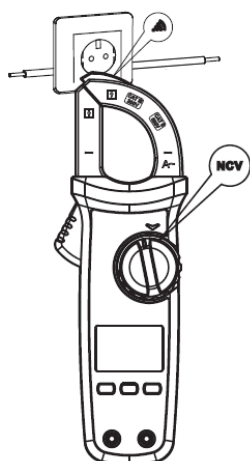

Fig. 6a
* Pentru a obține un rezultat corect al testului, apropiați instrumentul de sursa câmpului electric așa cum se arată în fig. 6a.